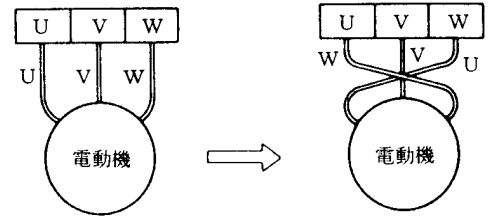

図 5
- (1) スイッチを一、二度入れたり切ったりして始動に異常のないことをご確認ください。
- (2) 電圧が定格電圧の±10%以内までは差支えありませんが著しく低下している場合は始動しません。
- (3) 次に回転方向を確認してください。ポンプを運転し、吐出し量が少なく異常音を発する場合は逆回転ですから、三相のうち二相を入れ替えてください。(図5参照)